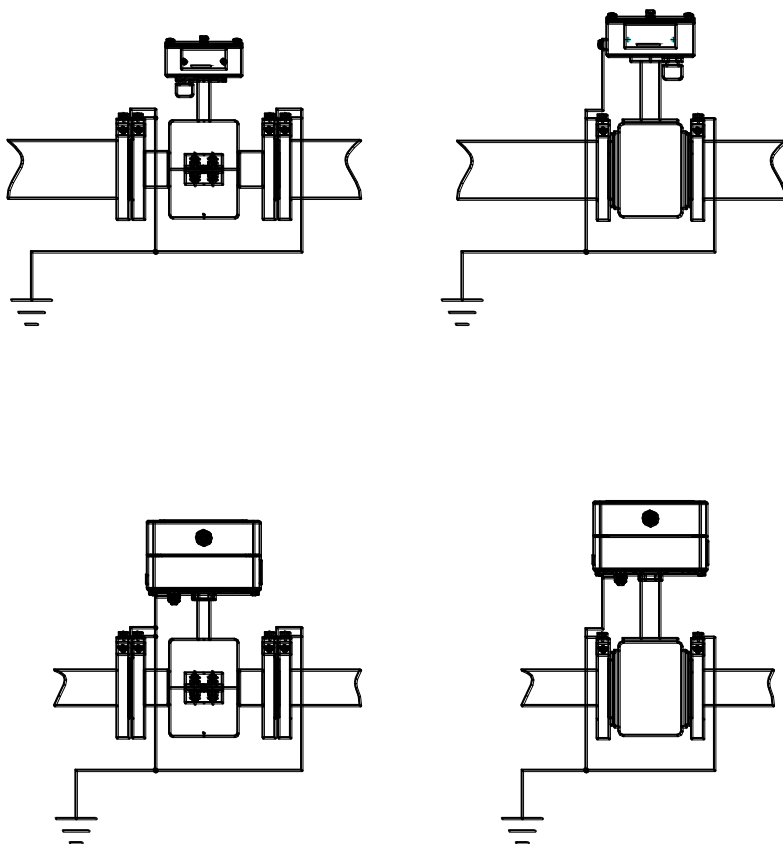

Рис. 8.7
Перед включением расходомера в электрическую сеть необходимо заземлить его составные части (см. рис.8.7).
8.4.12 Для предотвращения скапливания конденсата непосредственно перед герметичным вводом и попадания внутрь ППМ влаги рекомендуется сделать небольшой прогиб кабеля (см. рис. 8.7а).
рис. 8.7а